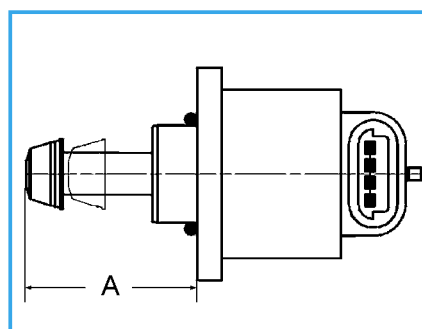

Fig. 5 A - Misura di regolazione per il montaggio provvisorio da 35 fino a 36 mm
- Estrarre il cono di regolazione con attenzione (senza forzare) fino a raggiungere la misura "A", fig. 5 (senza estrarre completamente).